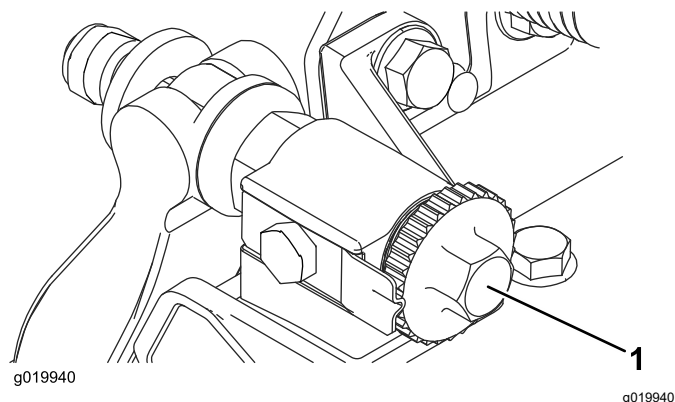

Figure 10
2. Tournez les vis de réglage de la barre d'appui dans le sens antihoraire pour vérifier qu'elle ne touche pas le cylindre (**Figure 10**).